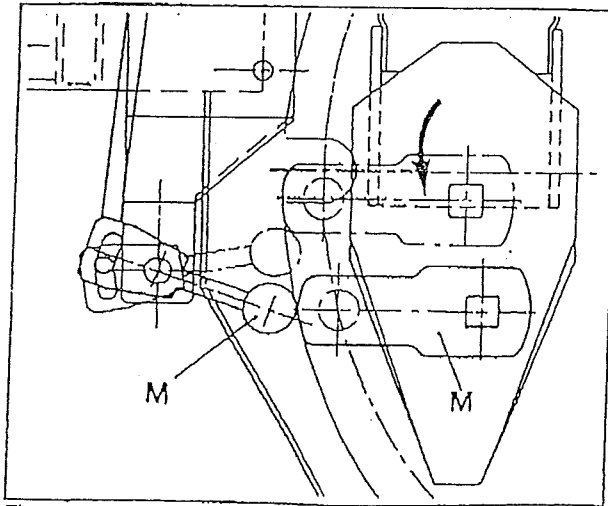

Fig. 5
- vérifier tournant le distributeur (fig. 5) que le coussinet M agisse sur la bielle N produisant l'ouverture du levier O.
- Rotate the distributor (fig. 5) and make sure that the bearing M acts on connecting rod N so as to open lever O.
- bei Verteilerdrehung (Bild 5) soll die Lagerbuchse M aufs Pleuel N wirken und die Hebelweite erzeugen O.
- Verificar rodando el distribuidor (fig. 5) que el cojinete M obra sobre la biela N provocando la apertura de la palanca O.